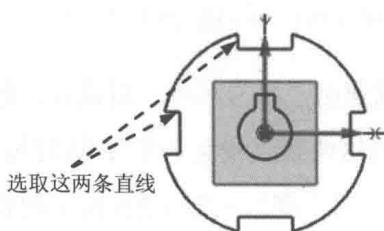

图 1.2.11 等长约束 1
Step9. 添加几何约束。单击“约束”按钮 $\perp$ ，系统弹出“几何约束”对话框。根据系统【选择要约束的对象】的提示，单击 $\exists$ 按钮，选取图 1.2.11 所示的两条直线，则两条直线上会